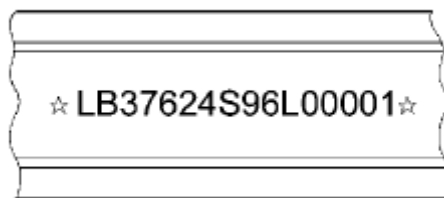

Рис.2
2. Идентификационный номер автомобиля (рис.2)